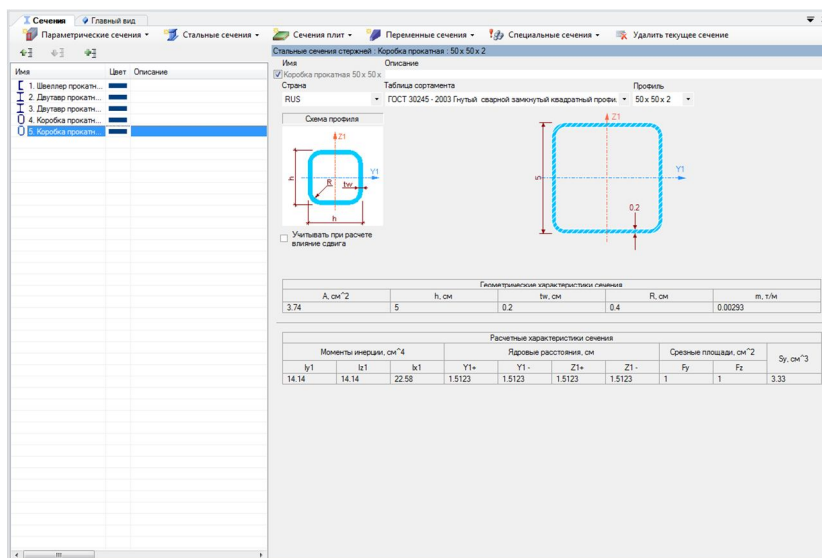

Рис. 17. Редактор сечений/жесткостей
• Для просмотра исходных данных другого сечения сделайте его активным в списке сечений (рис. 17).